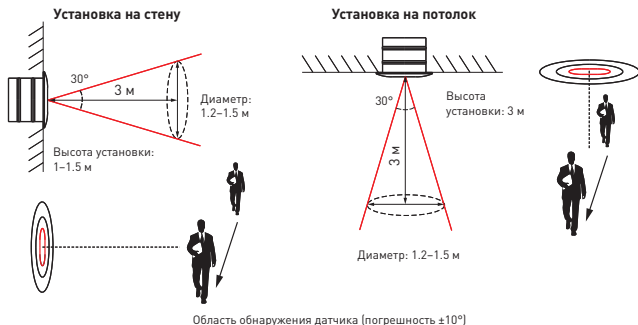

Рис. 2. Установка датчика движения
- 3.2. Установите датчик движения в соответствии со схемой на рис. 2.